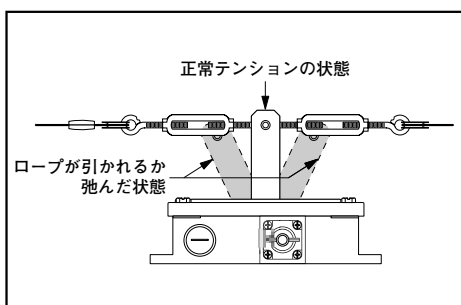

Fig.3
- 5) スイッチ両側のターンバックルを使用し、ロープを張ります。両側のテンショニングスプリングが同程度に伸び、スイッチのアクチュエータが垂直になるようテンションを調整して下さい。Fig.3を参照下さい(正常テンションで、接点11/12がクローズ、接点23/24がオープン)。